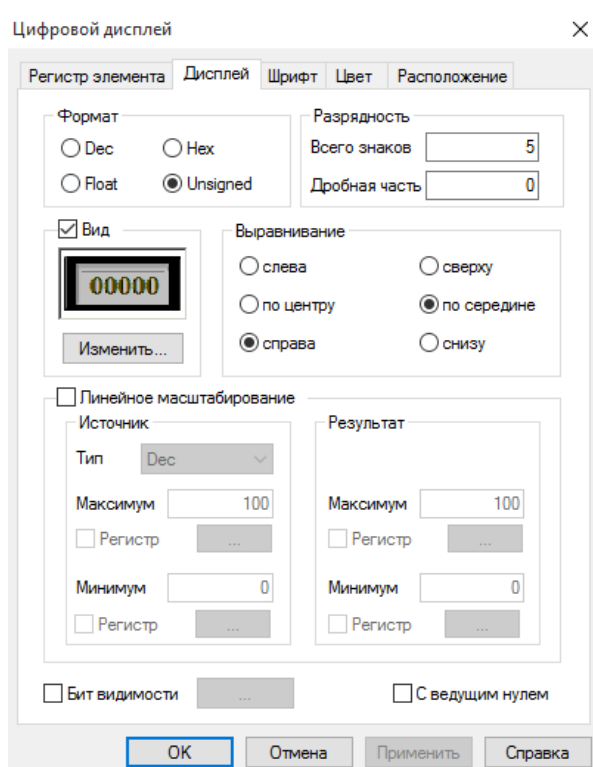

Рисунок 3.16 – Параметры элемента «Цифровой дисплей», вкладка «Дисплей»
**ЦИФРОВОЙ ДИСПЛЕЙ.** Элемент «Цифровой дисплей» используется для отображения численного значения привязанного регистра (рис. 3.16).